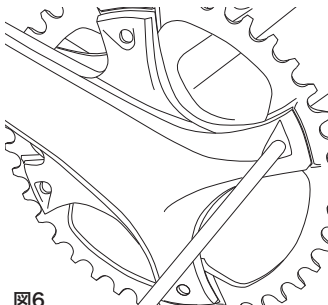

図6
- **エカルのみ**: ボルトはチェーンリングの外側から緩めることも可能です。その際、クランクセットの表面を傷付けないように注意してください。また、レンチの回転方向が通常とは逆であることに注意してください(図6)。